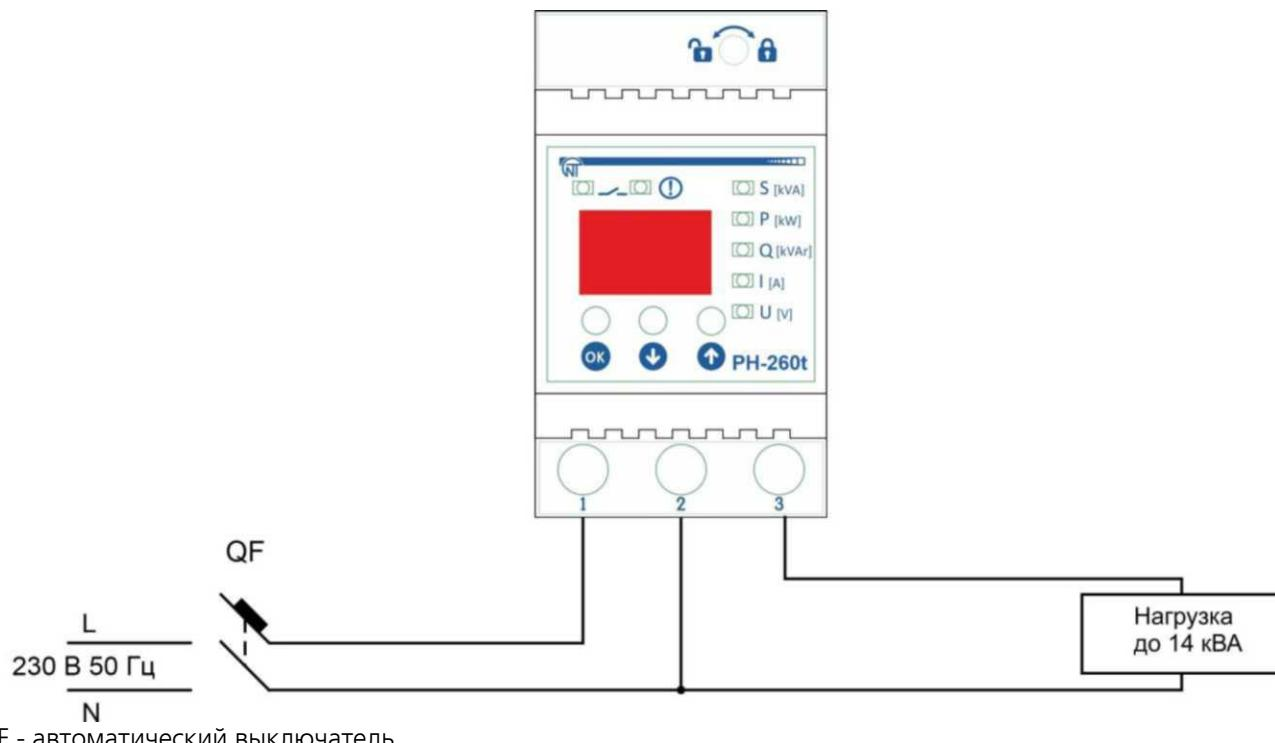

Рисунок 2 - Схема подключения изделия
3.1.2.2 Отключить напряжение питания автоматическим выключателем (далее по тексту АВ) (QF, рис. 2).
После окончания времени АПВ по напряжению, если значение напряжения сети находится в пределах, заданных Пользователем, изделие замкнет контакты 1 - 3 (рис. 2), загорится индикатор Нагрузка (индикатор Авария погаснет).